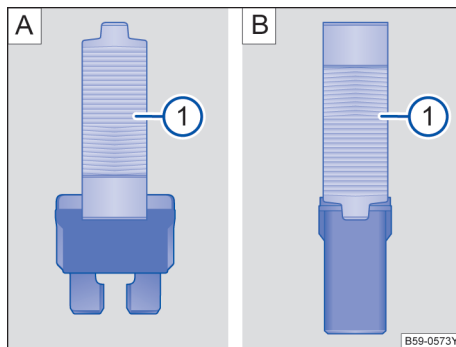

图 136 用塑料夹钳拔出或插入保险丝：A 扁平插入式保险丝；B 方块型保险丝
- 必要时将塑料夹钳→图 136 ① 从相应保险丝盒的盖板中取出。
- 根据保险丝型号，将塑料夹钳的合适夹嘴→图 136 A ① 或 →图 136 B ① 从侧面推到保险丝上。
- 如果保险丝已烧断，用一个具有相同电流强度（相同颜色和相同印刷文字）和相同尺寸的新保险丝更换→①。